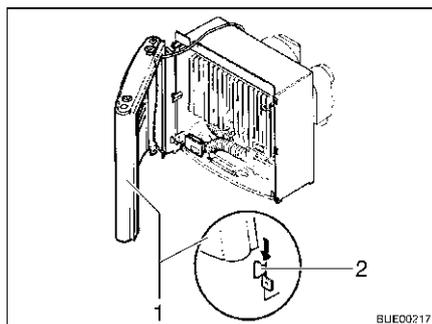

Bild 127 Heizungsverkleidung, Haltetaschen
- Heizungsverkleidung montieren. Dazu Verkleidung (Bild 127,1) auf die unteren Haltetaschen (Bild 127,2) stellen.